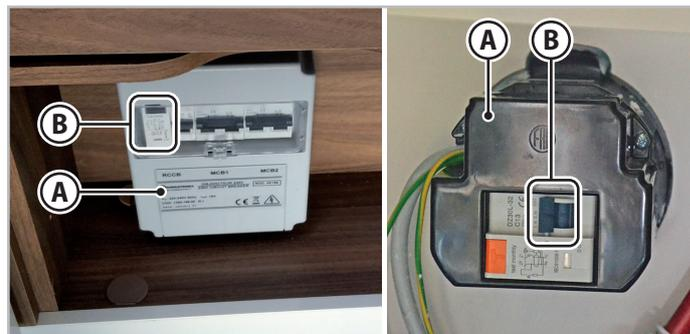

Fig.6.28 - Panneau d'alimentation
Le panneau d'alimentation 220 V (A - Fig.6.28) du véhicule est protégé par un disjoncteur magnétothermique différentiel bipolaire (B - Fig.6.28). La prise d'alimentation est dotée du troisième pôle de mise à la terre comme prévu par les normes en vigueur.
1. Abaisser les leviers (**B** - Fig.6.28) du disjoncteur différentiel.
5. Relever les leviers (**B** - Fig.6.28) du disjoncteur différentiel.